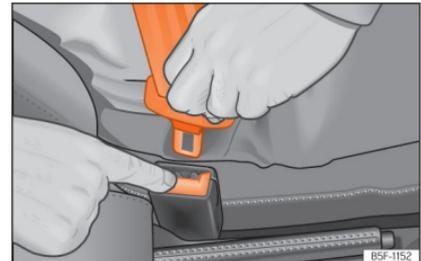

Abb. 10 Schloßzunge vom Gurtschloß lösen.
- » » **Abb. 10.** Die Schlosszunge springt heraus.